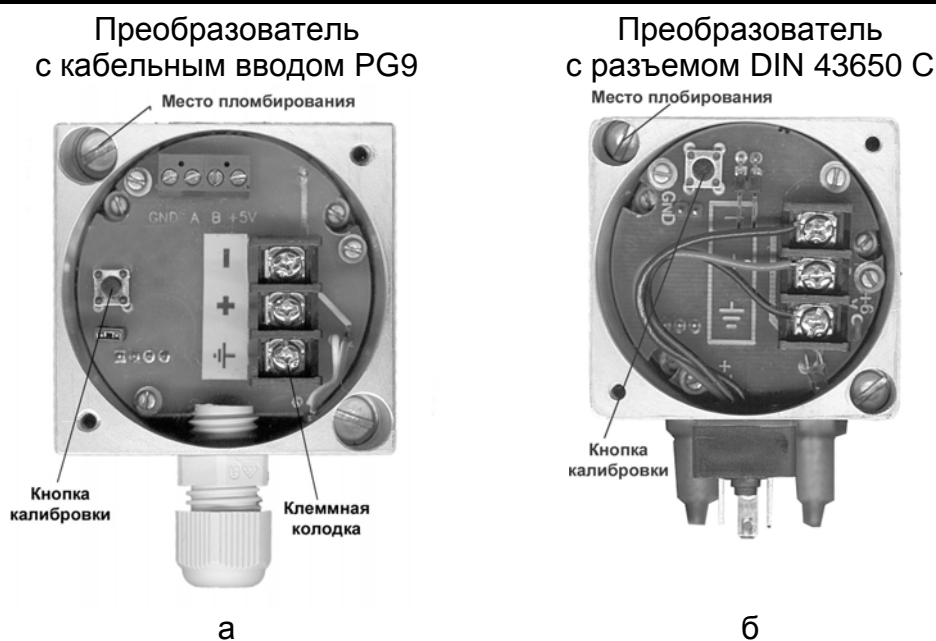

Рисунок 2.1
- 2) пропустить провода через кабельный ввод и подключить их к клеммной колодке согласно маркировке (см. рисунок 2.1 а);
- 3) нажимают кнопку калибровки (см. рисунок 2.1 а, 2.1 б, 2.3) и, удерживая ее в таком состоянии, подают на вход преобразователя токовый сигнал 20 мА;